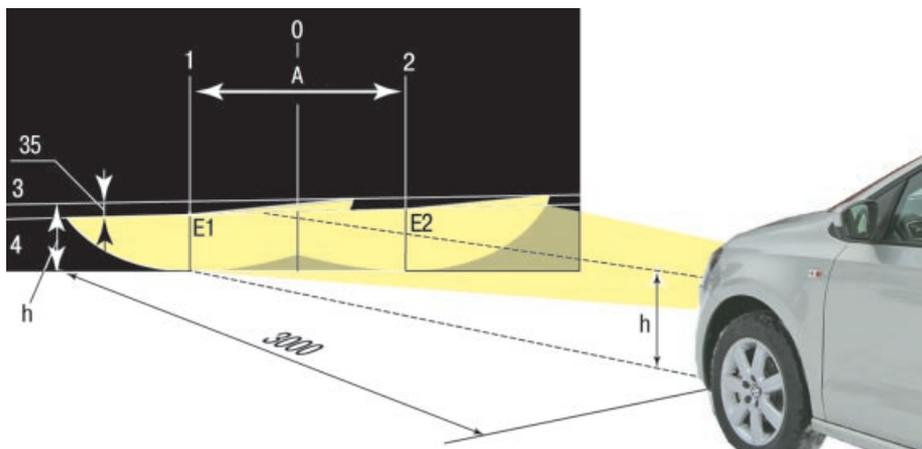

Рис. 10.6. Регулировка света фар
2. Установите автомобиль перпендикулярно гладкой стене (например, в гараже) на расстоянии 3 м. Положите на сиденье водителя груз массой 75 кг. Разметьте на стене экран, как показано на рис. 10.6. Продольная плоскость симметрии автомобиля должна проходить по линии 0 на экране. Вертикальные линии 1 и 2 расположены на равном расстоянии от линии 0. Расстояние **A** между линиями 1 и 2 должно быть равно расстоянию между центрами ламп ближнего света фар. Качните автомобиль сбоку, чтобы самоустановились пружины подвесок.